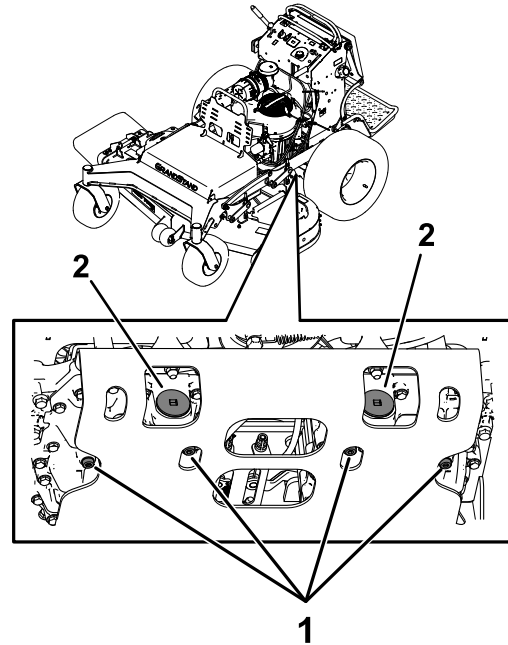

Figura 71
5. Localice el tapón de vaciado en la parte inferior de cada transmisión, y coloque un recipiente de vaciado debajo de los tapones (Figura 71).